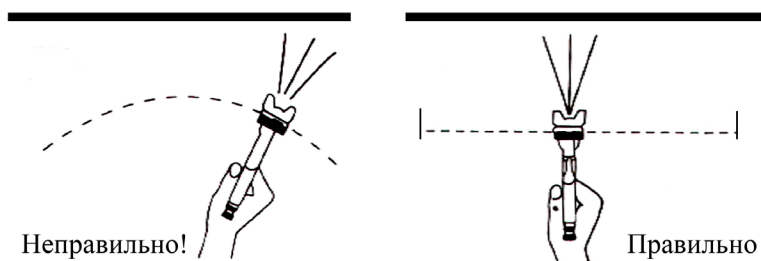

Рис. 3
6.4 Распыление (Рис.3)
Распыляйте материал равномерно, передвигая краскопульт перпендикулярно поверхности как показано на рис. 3: